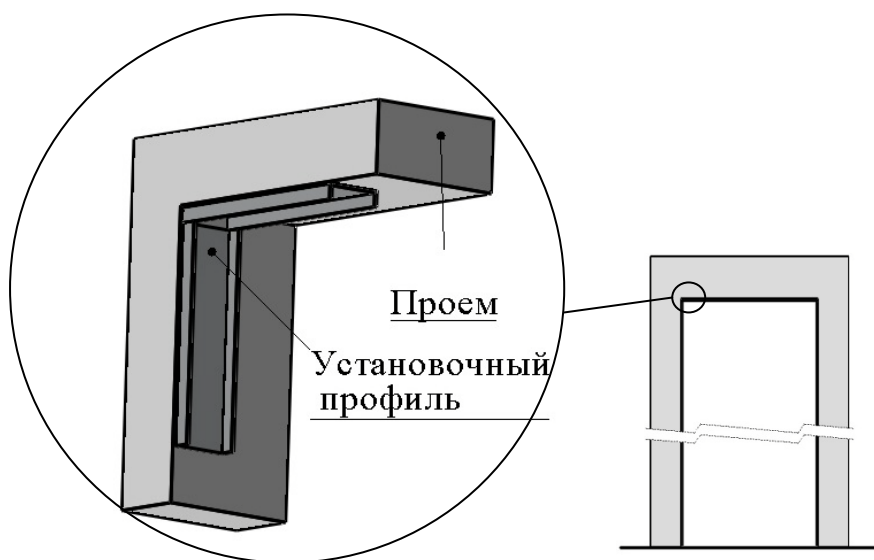

Рис.1
- 2.1 Установочный профиль (для устранения неровностей проёма) нарезается в размер подготовленного проема. (профиль должен плотно прилегать к стенкам проёма, без зазора между боковыми планками и верхней) (Рис.1).